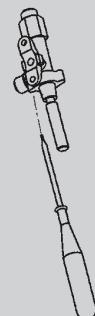

Fig. 7
- » Por último coloque el mando en la posición de mínimo, retire la perilla, introduzca el destornillador en el tornillo lateral de la válvula y gire en sentido horario para disminuir la altura de la llama o antihorario para aumentar la (**Fig. 7**).